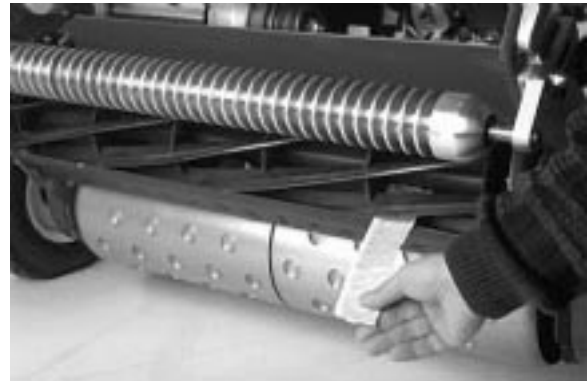

図 13
4. リール前面の左右いずれかの端を選び、リールと下刃の間に新聞紙片を差し入れる（図13）。リールをゆっくり前回転させながら下刃調整ネジを締め（新聞紙を入れた側の調整ネジを、1目盛りずつゆっくりと）下刃と平行に新聞紙を差し入れた時（リールの前から新聞紙が入ってくる時）にリールと下刃にかかるく挟まれる（手で引き抜ける程度）ように調整する（図11または12）。
6. 両側の調整ができれば再確認を行う：紙片をリールの前から差し込んだ時には、はさむだけ、下から差し込むと切れるのが正しい調整である（図13）。リールと下刃のごくわずかの接触で紙が切れなければいけません。接触を強くしないと切れない（紙片を引き抜くのに0.7 N.m=0.08 kg.m以上の力が要る）場合には、バックラップが再研磨が必要である（Toro 研磨マニュアルを参照のこと。）